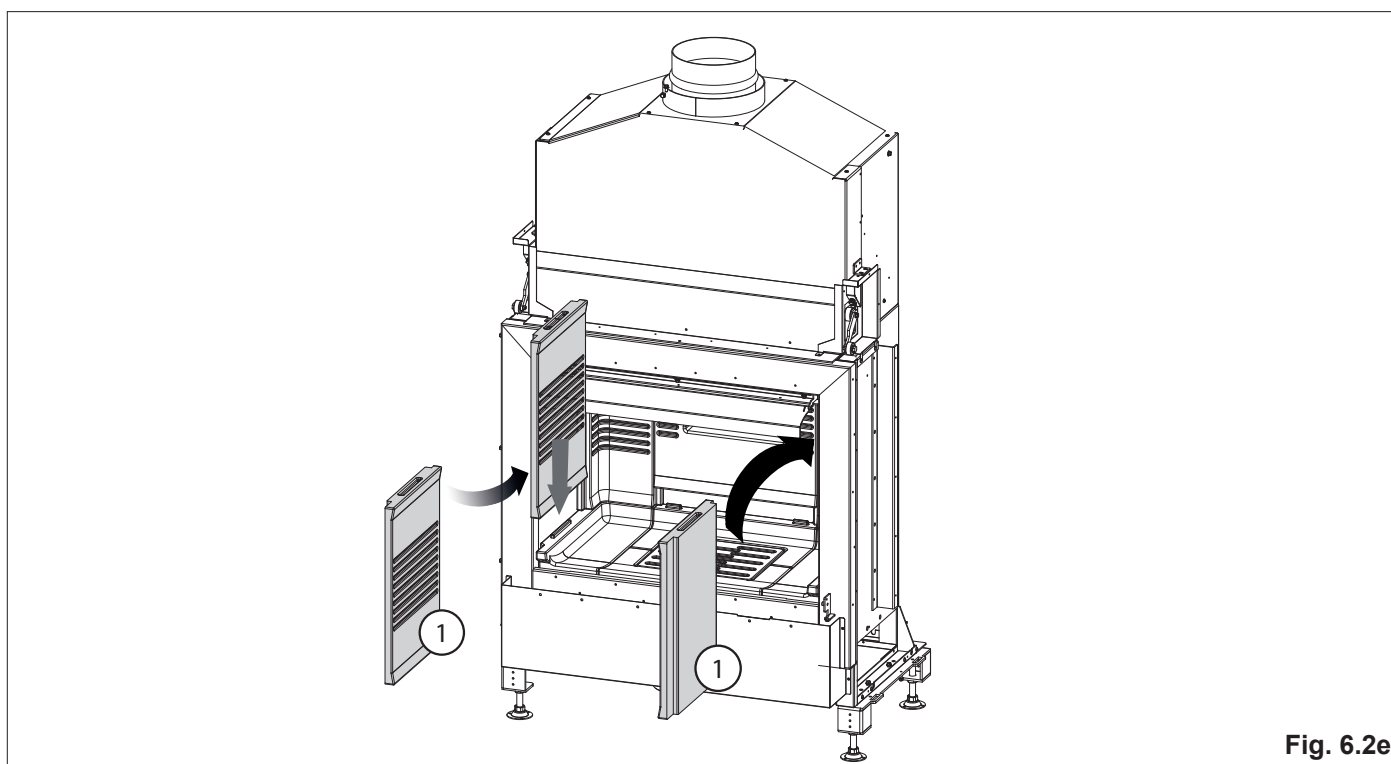

Fig. 6.2e
9. Montar las dos paredes laterales, una sola para los aparatos en versión R y L, procurando introducirlos en las guías específicas (**Fig. 6.2e**).